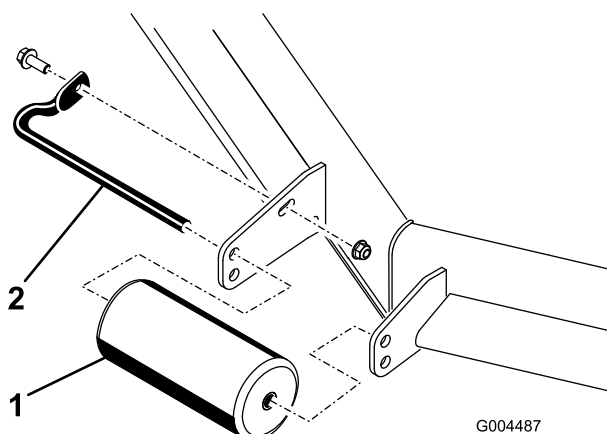

Figura 13
1. Retire el tornillo y la tuerca que fijan el eje del rodillo al soporte de la carcasa (Figura 13).